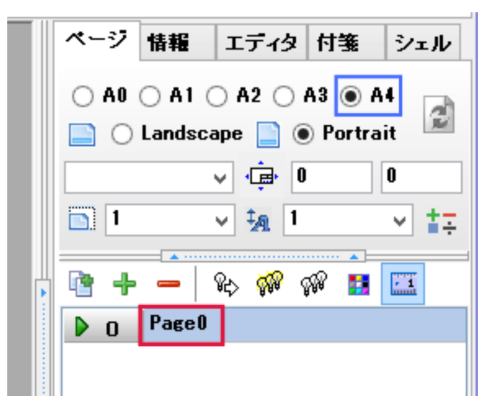

図 2 ページ管理画面
■図面設定 次に画面右方にあるページ管理で、用紙として A4 が選択されている（図 2 の青い囲み部分）ことを確認しましょう。また標準で Page0 と記載されている（図 2 の赤い囲み部分）をダブルクリックするとページ名の変更ができるので、“NC” に変えておきましょう。